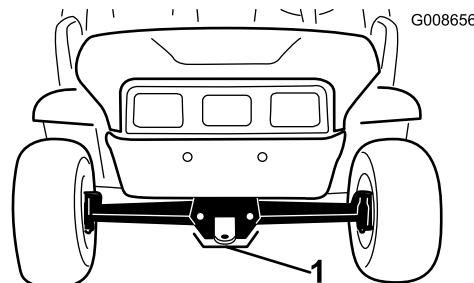

Figura 21
- Il punto di sollevamento nella parte anteriore della macchina si trova davanti al telaio dietro al timone di traino (Figura 21).